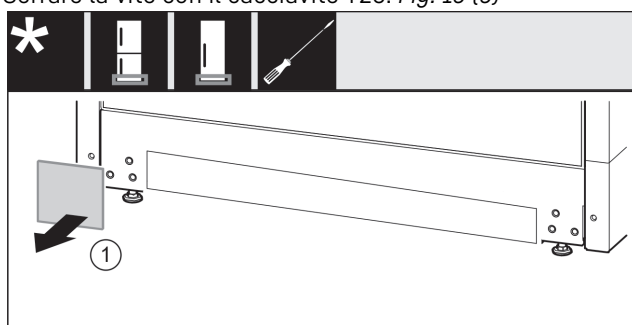

Fig. 14
- ▶ Togliere la copertura. Fig. 14 (1)